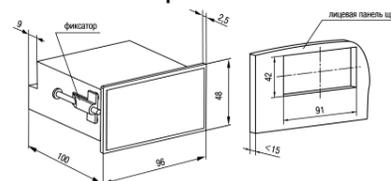

Рисунок 2 – Габаритные размеры корпуса Щ2
1. Подготовить в щите управления место для установки прибора (см. рисунок 2).